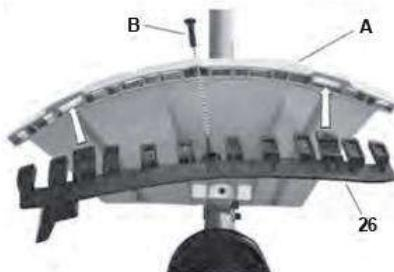

Рисунок 13
а) При использовании головки для нейлоновой лески всегда необходимо устанавливать дополнительный защитный кожух с ножом-ограничителем длины лески (рис.13, 14):
– Закрепите дополнительный защитный кожух **26** винтом **В** (рис.13).
– Открутите винт **B** (рис.13);